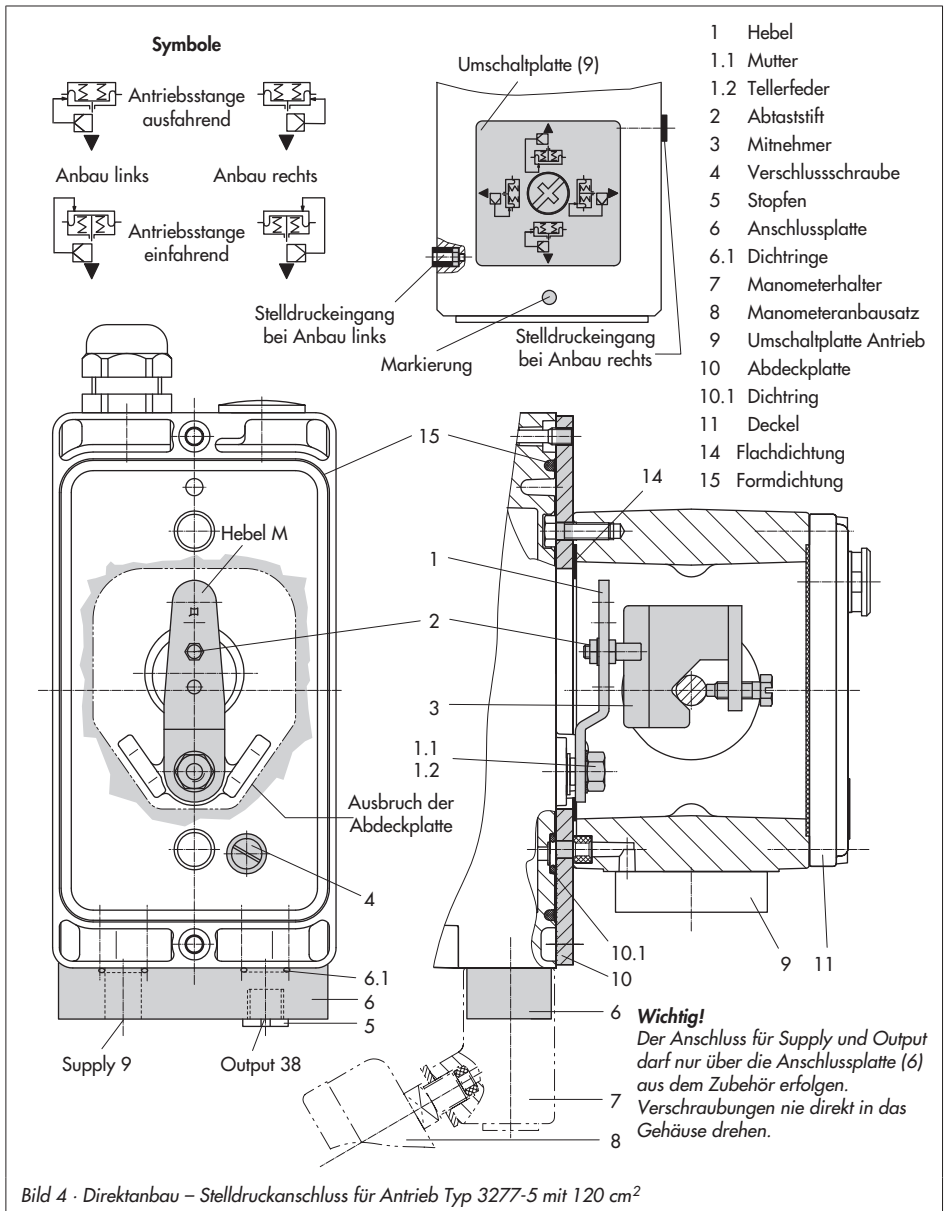

Bild 4 · Direktanbau – Stelldruckanschluss für Antrieb Typ 3277-5 mit 120 cm²
1. Anschlussplatte (6) oder Manometerhalter (7) mit Manometern am Stellungsregler montieren, auf richtigen Sitz der beiden Dichtringe (6.1) achten.
2. Verschlusschraube (4) auf der Stellungsreglerrückseite entfernen und den Stelldruckausgang „Output 38“ an der Anschlussplatte (6) bzw. am Manometerhalter (7) mit dem Stopfen (5) aus den Anbauteilen verschließen.
3. Mitnehmer (3) an die Antriebsstange setzen, ausrichten und so festschrauben, dass die Befestigungsschraube in der Nut der Antriebsstange sitzt.
4. Abdeckplatte (10) mit schmaler Seite des Ausbruchs (Bild 4 links) in Rich-